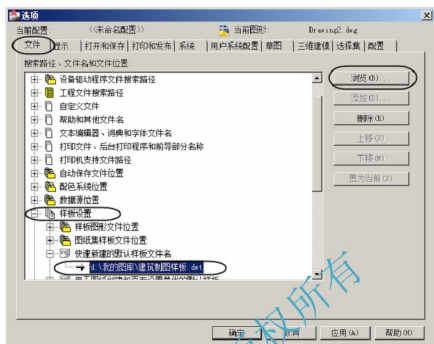

图 9-33 设置系统默认的样板文件
(3) 保存样板文件：将该样式保存到指定文件夹中(如以文件名“建筑制图样板”保存在 D:\我的图库)。
(4) 设置调用样板文件的路径：打开【选项】对话框，单击【文件】选项卡，到【样板设置】选项组中，在【快速新建的默认样板文件名】下，通过单击右侧的【浏览】按钮，设置默认的样板文件为已经建立的“建筑制图样板”文件。按【确定】按钮结束操作。以后打开 AutoCAD 软件后，该样板自动装载，如图 9-33 所示。